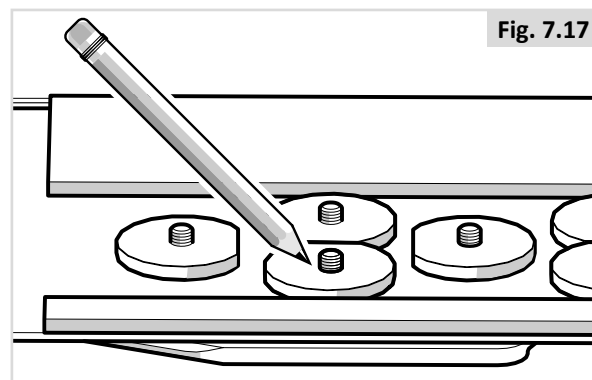

Fig. 7.17
- Teken de juiste lengte voor de schroeven af (fig. 7.17)